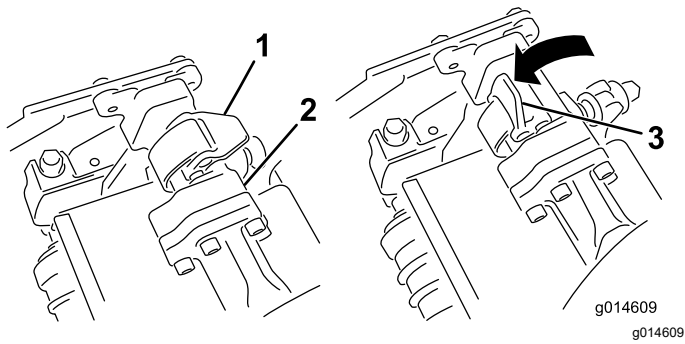
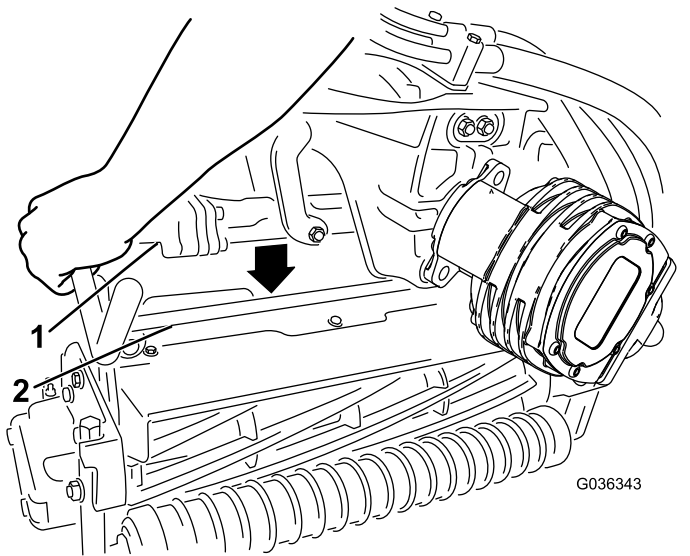

Figura 58
Figura 59
4. Con los enganches del brazo de suspensión orientados hacia arriba (es decir, abiertos (Figura 58), empuje hacia abajo el brazo de suspensión de modo que la barra encaje en la barra situada en la parte superior de la unidad de corte (Figura 59).
- Presione los enganches hacia abajo alrededor de la barra de la unidad de corte y bloquéelas (Figura 58).
5. Abra los enganches de la barra del brazo de suspensión de la unidad de corte que está retirando (Figura 58).